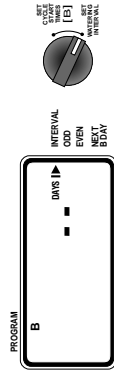

Abb. 7: Einrichtung von Programm B für einen festen Plan
- Drehen Sie die Wählscheibe, um **SET WATERING INTERVAL** (Bewässerungsintervall) einzustellen. Der Cursor blinkt rechts vom Wort **INTERVAL** (Intervall) auf. (siehe Abb. 7.)